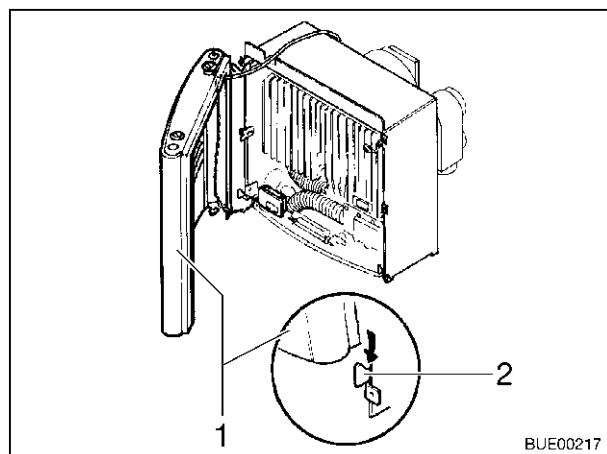

Fig. 80 Copertura del riscaldamento, passanti di sostegno
- Montare la copertura del riscaldamento. Collegare la copertura (Fig. 80,1) sui passanti di sostegno inferiori (Fig. 80,2).